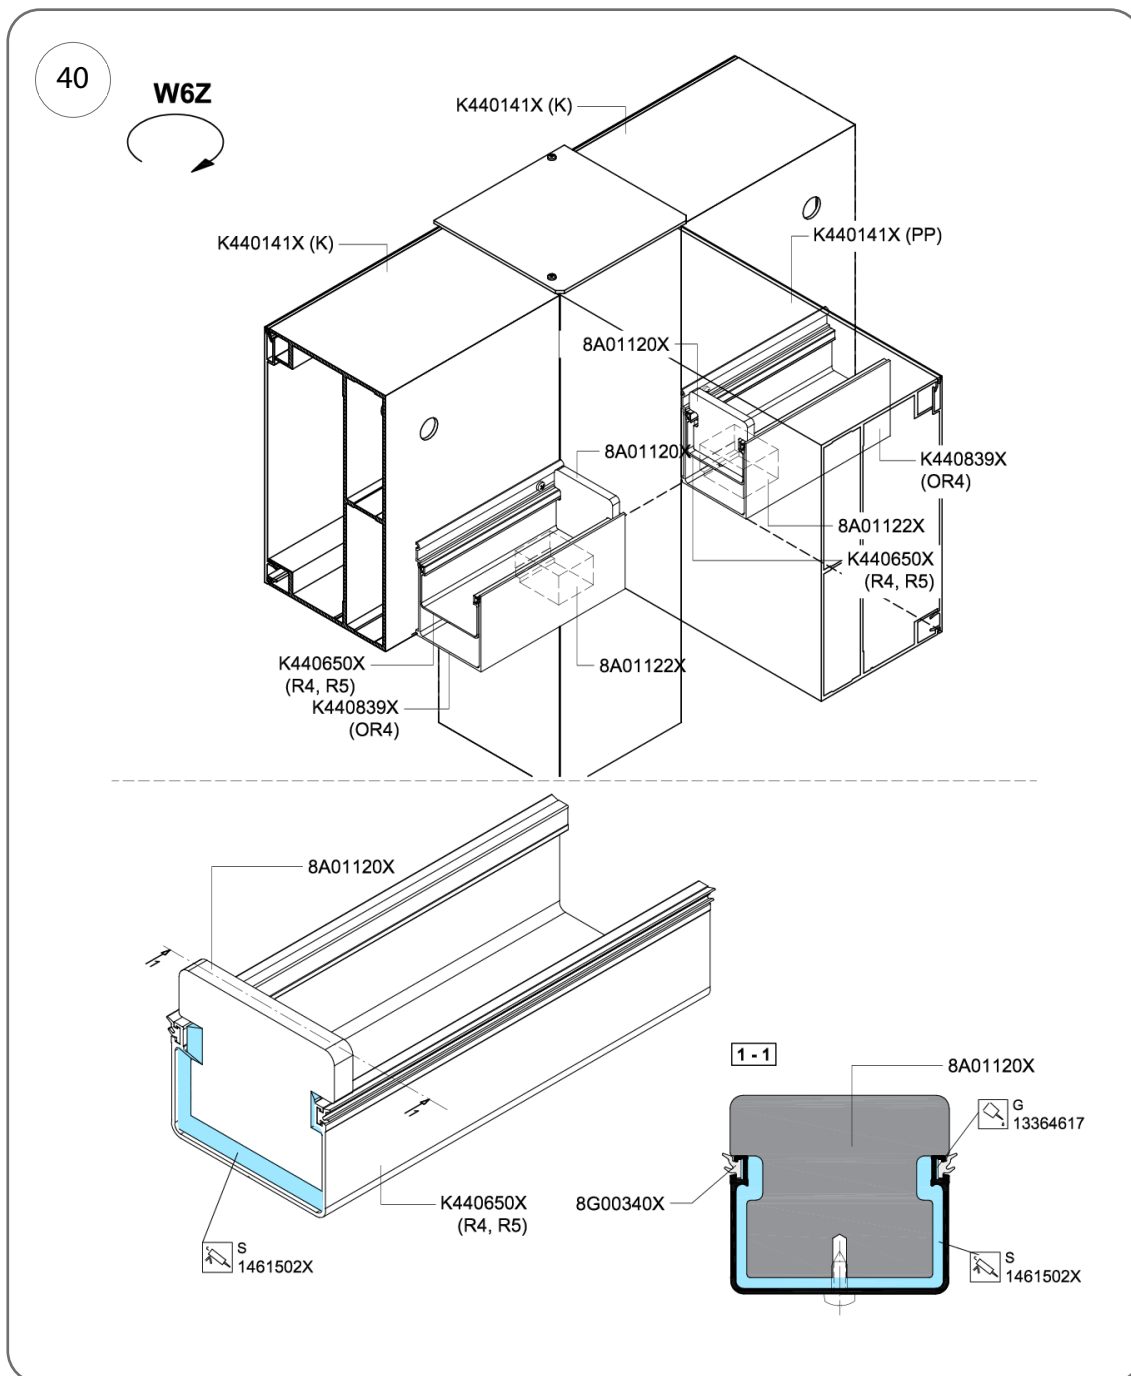

Рис. 40
5. Ущільніть стик між кришкою № 8A01120X та жолобом за допомогою клейового герметика, як показано на рис. 40.